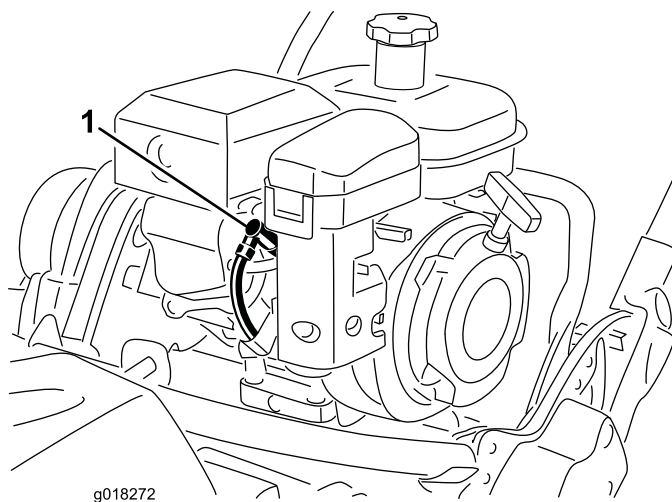

Рисунок 34
1. Снимите провод со свечи зажигания (Рисунок 34).